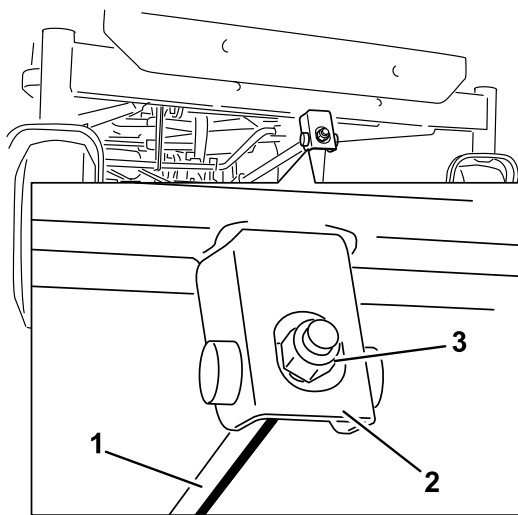

Bild 65
6. Drehen Sie für das Einstellen der Schnitmesserneigung in Längsrichtung die Einstellmutter vorne am Mähwerk (Bild 65).